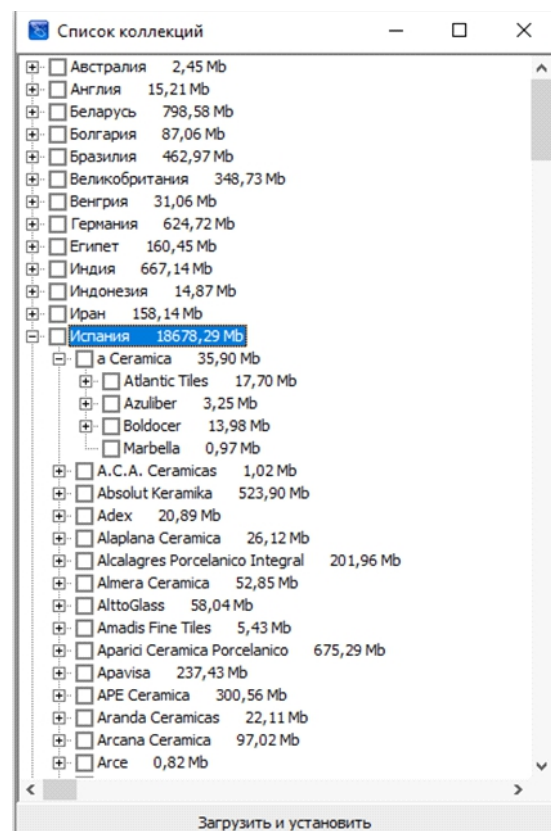

рис. 19
2. В открывшемся окне выберите нужную коллекцию (рис. 19).